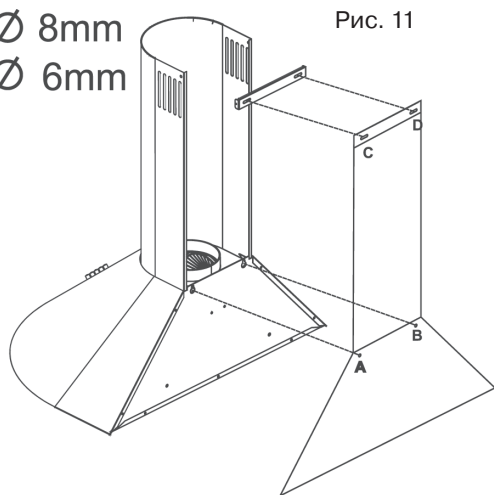

Рис. 11
1. Приложите монтажный шаблон (если он есть в комплекте) к стене на нужной высоте с учетом минимального расстояния от варочной поверхности и выровняйте его по уровню. Наметьте точки **(А, В)** на стене и просверлите в них отверстия диаметром 8 мм. Наметьте и просверлите отверстия диаметром 6 мм для монтажа планки крепления декоративного короба **(С, D)** (рис. 11).